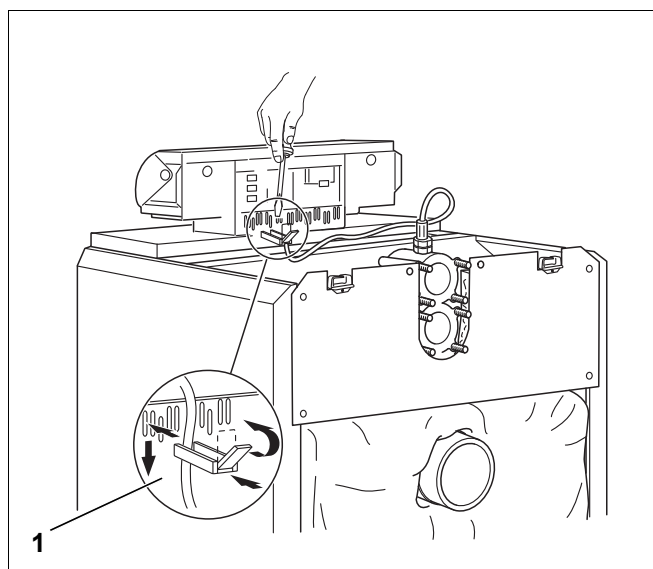

Рис. 47 Крепление электрических проводов
- Вставьте хомуты с уложенными в них проводами в рамку и закрепите их, повернув рычажок (рис. 47, [1]).